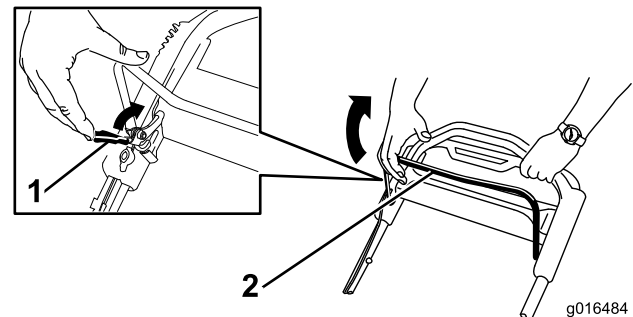

Figura 20
1. Tire hacia atrás del seguro de la barra de control de las cuchillas hasta que llegue a la barra de control de las cuchillas (Figura 20).
2. Tire hacia atrás **lentamente** Figura 20 de la barra de control de la cuchilla hasta que llegue al manillar ().